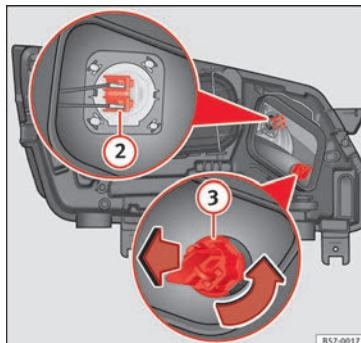

Fig. 105 Dans le compartiment moteur : ampoule des feux de route (2) et ampoule clignotante (3).
3. Appuyez sur le connecteur » **fig. 105** (2) vers la gauche ou la droite et tirez.
3. Tournez le support d'ampoule » **fig. 105** (3) vers la gauche puis tirez.